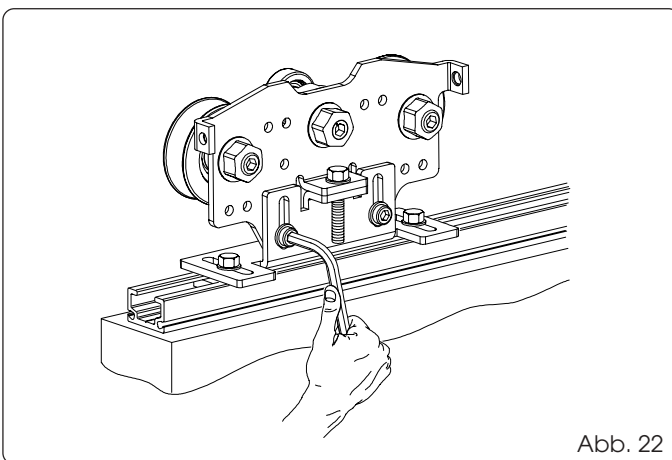

Abb. 22
- Die beiden Zylinderkopfschrauben, Abb. 22, lockern.